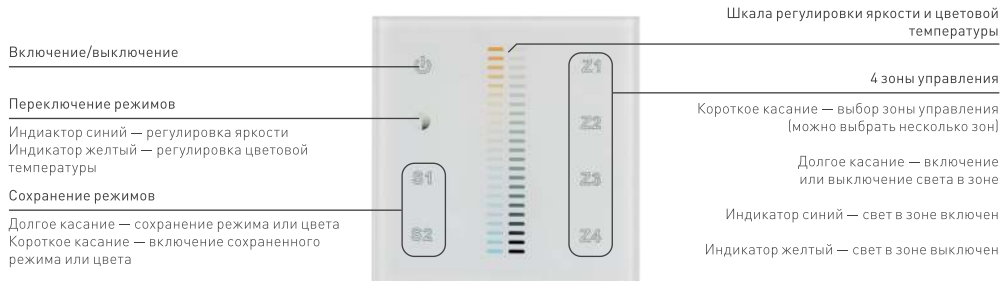

Рисунок 3. Назначение сенсорных кнопок.
- 3.10. Проверьте управление лентой с панели (Рис.3).